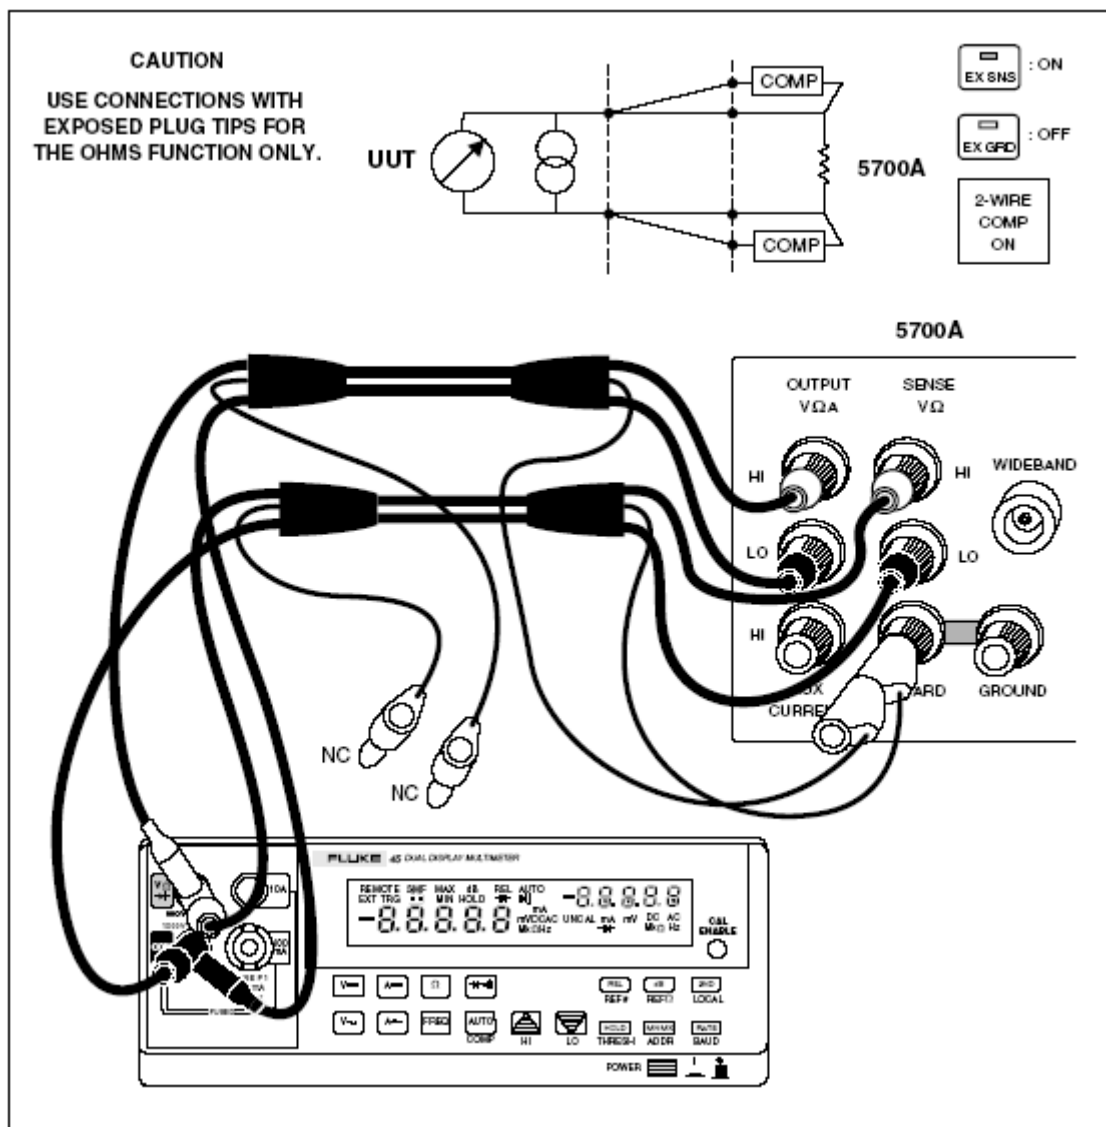

图4-1. 四线配置
- 2.按照图 4-1 所示，用 4 线连接法将标准源的输出连接到数表的VΩ→和COM输入端；